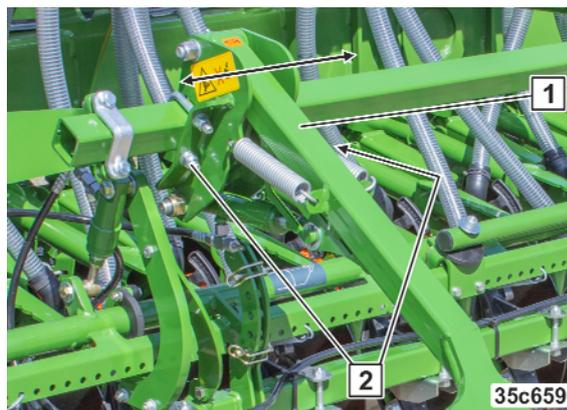

Рис. 219
1. Ослабьте гайки (Рис. 219/1), не откручивая их полностью.
2. Переместите устройство маркировки технологической колеи (Рис. 219/2) в нужное положение.
3. Затяните гайки (Рис. 219/1).